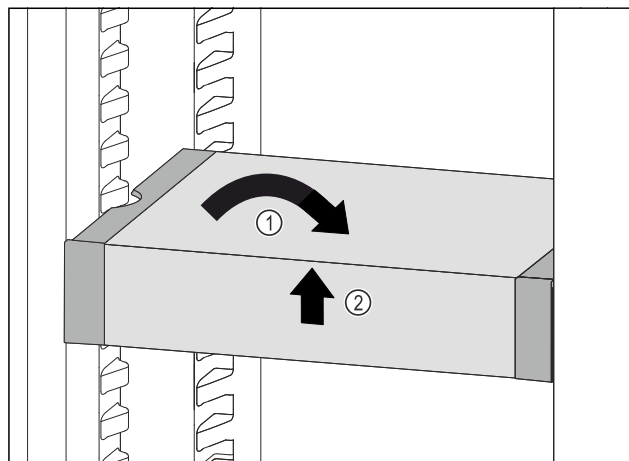

Fig. 94
- ▶ VarioSafe ustawić prosto. Fig. 94 (1)
- ▶ VarioSafe unieść z przodu. Fig. 94 (2)